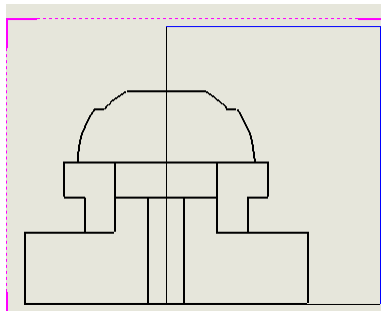

Рис. 8.1.15. Ескіз для виконання розрізу
10. Створимо половину розрізу на виді зліва. Для цього за допомогою команди прямокутник нарисуйте замкнутий контур, який буде охоплювати праву частину виду – див. рис. 8.1.15.